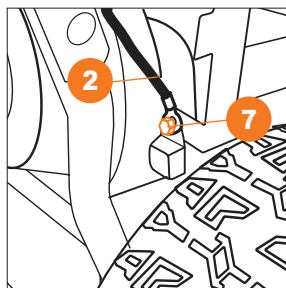

Рис. 17.2
- Ключом 10 мм отворачиваем винт **7** на корпусе двигателя. Подключаем черный минусовой кабель **2**, идущий от панели управления на корпус двигателя и затягиваем винтом **7** (Рис. 17.2).